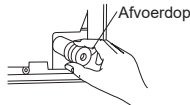

Fig. 1
- De afvoerslang dient voor een goede afvoer omlaag gericht te zijn. (Fig. 1)
- Trek de afvoerdop aan de rechterachterkant van de binnenunit naar buiten. (Fig. 1)